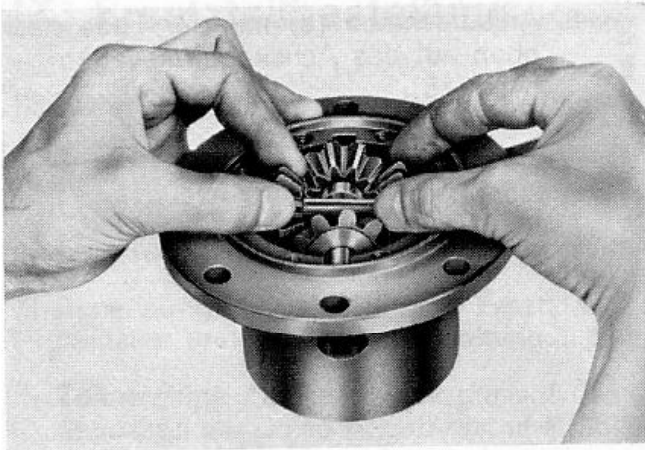

Abb. 12
5. Zwei Ausgleichkegelräder (9) auf jede Differentialachse (10) schieben. Achsen über Kreuz in die Ausfräsungen des Druckringes (7) einsetzen (Abb. 12).